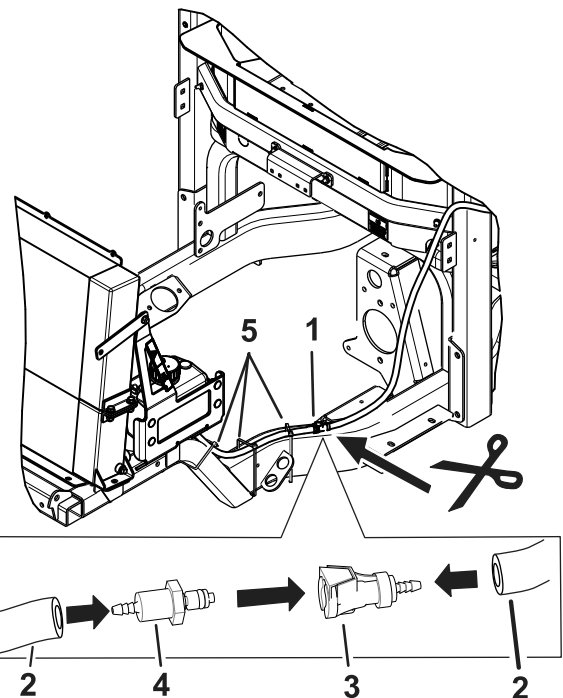

Figura 28
1. Enrute las mangueras por el bastidor y hacia atrás hasta el depósito de líquido del lavaparabrisas (Figura 28).
6. Sujete la manguera con bridas de plástico (Figura 28).
4. Corte la manguera en la posición indicada en Figura 28.
5. Instale los acoplamientos como se muestra en la Figura 28.